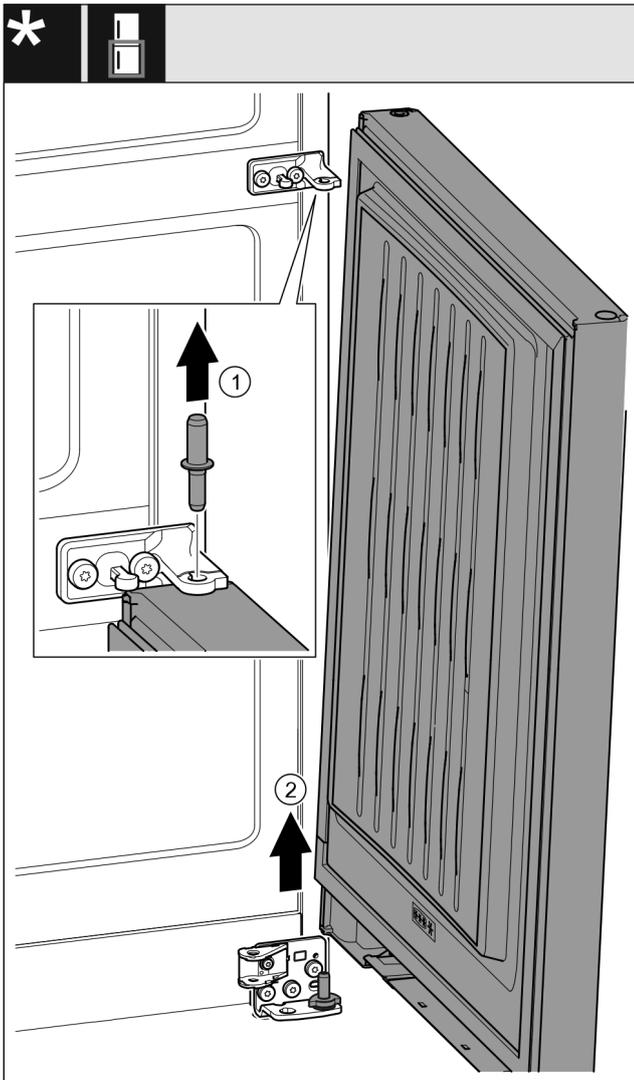

Fig. 27 Mit Schließdämpfer*
- ▶ Bolzen Fig. 27 (1) nach oben herausziehen.*
- ▶ Tür Fig. 27 (2) herausschwenken, nach oben ziehen und beiseitestellen.*